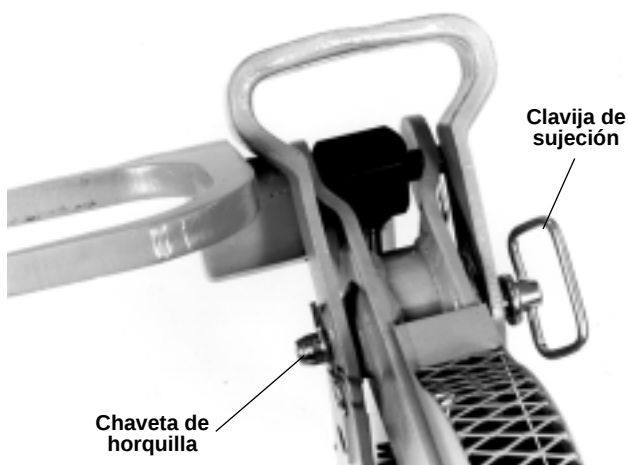
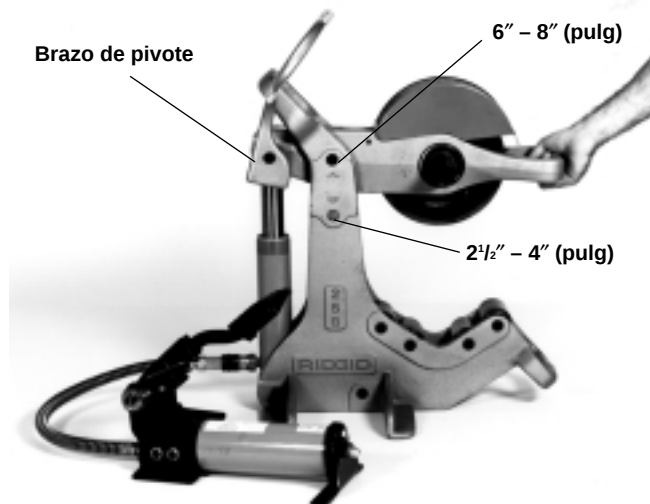

Figura 9 – Extracción de la claveta de horquilla y la clavija de sujeción
Figura 10 – Regulación del brazo de pivote
- a. Extraiga la claveta de horquilla y la clavija de sujeción fuera del brazo de pivote (Figura 9). Mueva el brazo de pivote al agujero marcado (6" - 8") 6 a 8 pulgadas. (CONSEJO: Accione la bomba de pie para elevar el brazo de pivote.) Alinee el agujero en el brazo de pivote con el agujero en el bastidor del Cortatubos, luego inserte la claveta de horquilla y la clavija de sujeción. Emplee el mango en el extremo delantero del brazo de pivote para cambiar de posición (Figura 10).